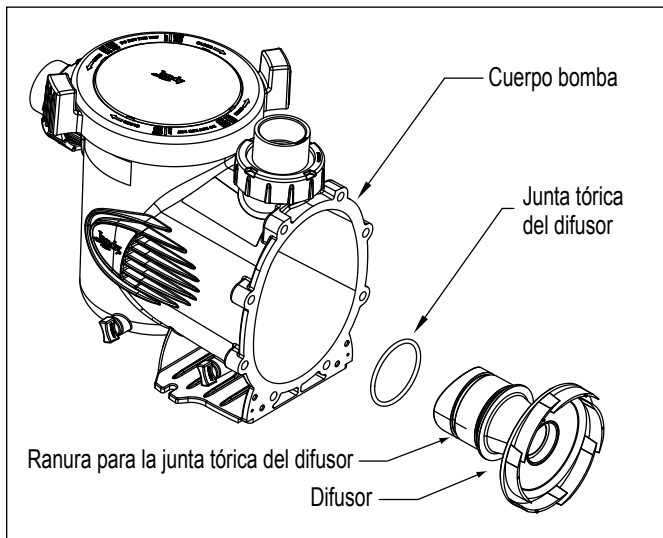

Figura 16. Plano de despiece del cuerpo de la bomba y del difusor
6. Vuelva a colocar los dos (2) tornillos de estrella pequeños. Apriete los tornillos para sacar el difusor contra la placa posterior del motor.
7. Para ayudar a prevenir una pérdida de aire en el sistema, asegúrese de que la junta tórica del difusor, la ranura de la junta tórica y su sello estén limpios y libres de residuos. Si retiró la junta tórica del difusor, asegúrese de instalarla en la ranura de donde la extrajo. (Véase la Figura 16.) Si usa grasa para retener la junta tórica, **debe ser** a base de silicona, **No use grasa a base de petróleo**. Destruirá la junta tórica.
8. Deslice el difusor en el agujero de acoplamiento en el cuerpo de la bomba. Mientras sujeta el motor comience colocando dos (2) tornillos en lados opuestos. (Esto mantendrá el motor en posición mientras empieza con los otros seis (6) tornillos.)
9. Apriete los tornillos ligeramente en un patrón cruzado de "X" con una llave 9/16". Comience con los cuatro (4) del interior (centro), luego los cuatro (4) del exterior (arriba y abajo) para colocar la placa posterior en el cuerpo de una manera uniforme. Una vez que todos los tornillos estén ajustados, apriételos en el mismo orden con una llave de torque hasta 18 libras-pie.
2. Retire el sello de carbono del eje del motor (véase figura 16). Éste es un sello con resorte. Sujete la parte de la junta más cercana al cuerpo del impulsor y quite el sello con un movimiento de torsión.